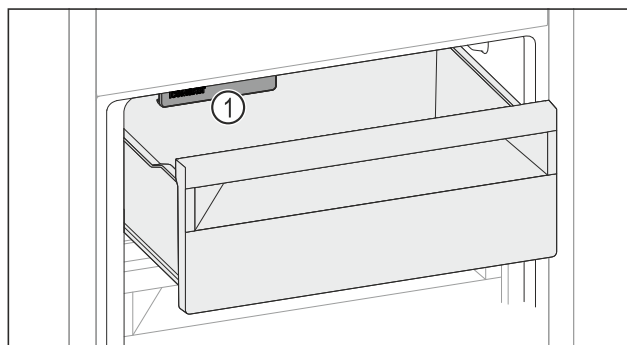

Fig. 207
- Mbani parasysh IceMaker Fig. 207 (1).